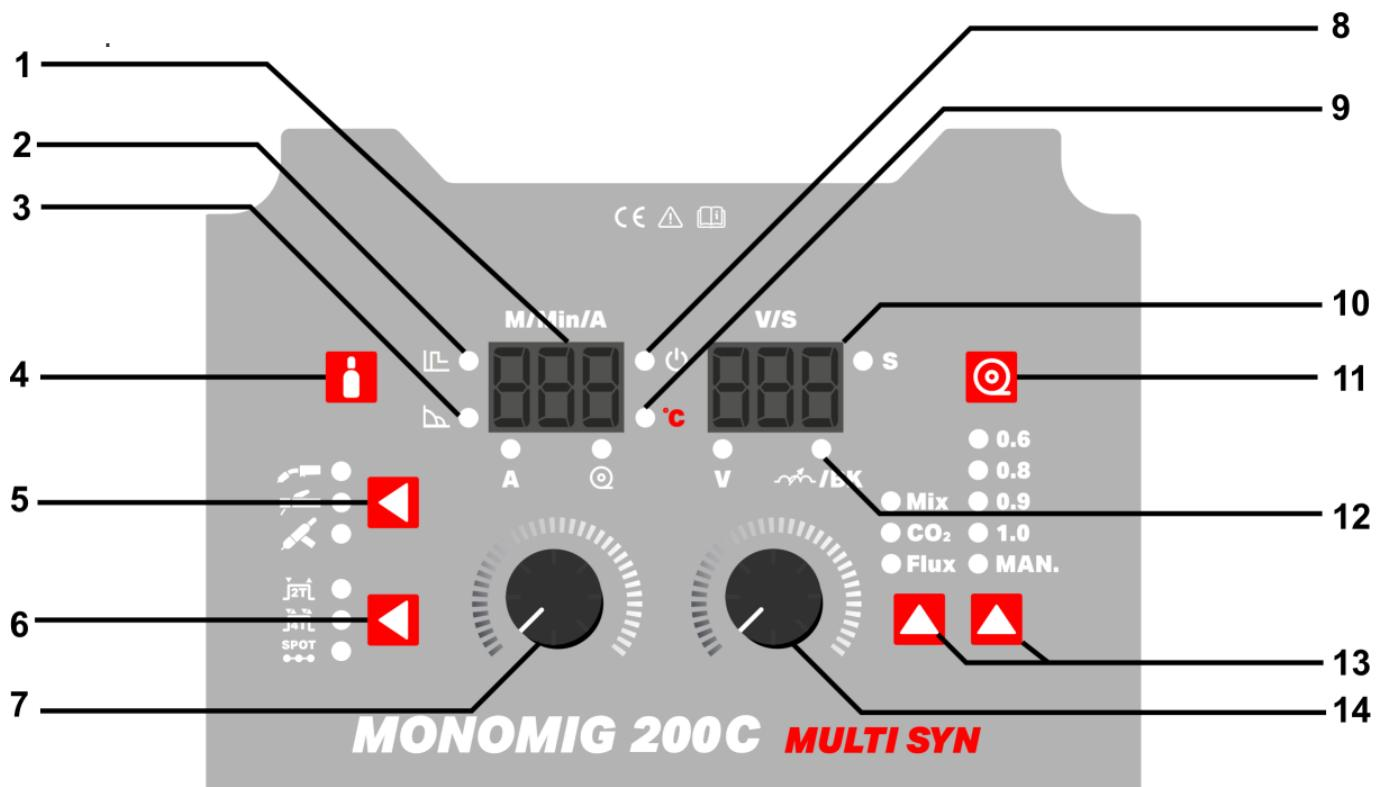
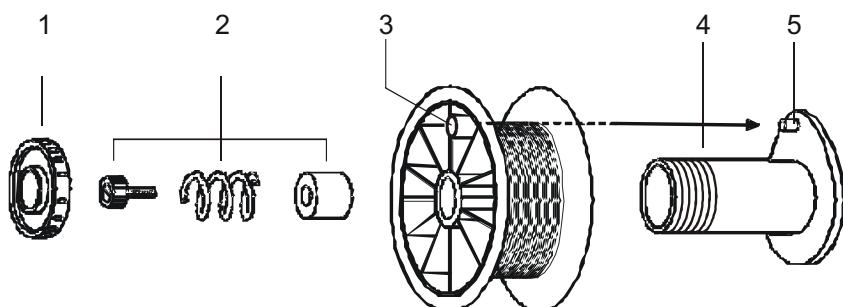

Fig. 1
Fig.2
- Dévisser l'écrou de serrage (1 - Fig.2) pour placer la bobine de fil sur le support de bobine de fil (4-fig.1). Confirmer que le système de freinage (2- Fig.2) est opérationnel, avec la broche (5- Fig.2) correctement insérée dans le trou de la bobine (3- Fig.2). Une fois la bobine de fil installée, serrer l'écrou.
- Ensuite, le système de freinage de la bobine de fil doit être réglé, si nécessaire, avec la vis de fixation (2-fig.2). Le mouvement de rotation de la bobine de fil doit s'arrêter en même temps que le moteur.